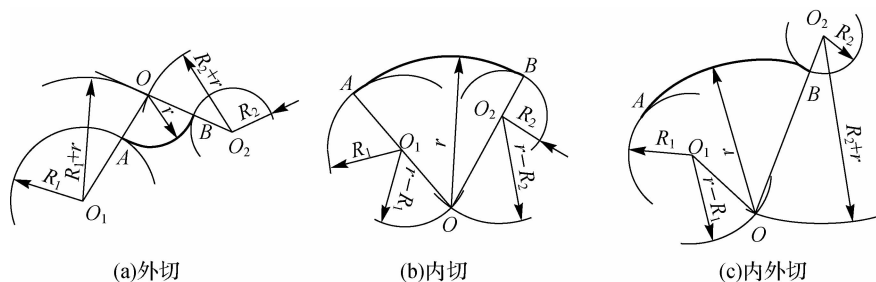

图 1-20 圆弧与圆弧相切画法
(2) 圆弧与已知圆弧相切划法。
① 外切圆弧如图 1-20(a) 所示, 设连接圆弧半径为 r , 分别以 O_1 、 O_2 为圆心, 以 $R_1 + r$ 、 $R_2 + r$ 为半径划两相交圆弧。其交点 O 就是外切连接圆弧的圆心, 各圆心的连线与已知圆弧的交点 A 、 B 即为连接切点。
② 内切圆弧如图 1-20(b) 所示, 设连接圆弧半径为 r , 分别以 O_1 、 O_2 为圆心, 以 $r - R_1$ 、 $r - R_2$ 为半径划两相交圆弧。其交点 O 就是外切连接圆弧的圆心, 各圆心的连线与已知圆弧的交点 A 、 B 即为连接切点。
③ 内外切圆弧如图 1-20(c) 所示。设连接圆弧半径为 r , 内切部分以 O_1 为圆心, 以 $r - R_1$ 为半径, 外切部分以 O_2 为圆心, 以 $R_2 + r$ 为半径划两相交圆弧。其交点 O 就是内外切连接圆弧的圆心, 各圆心的连线与已知圆弧的交点 A 、 B 即为连接切点。